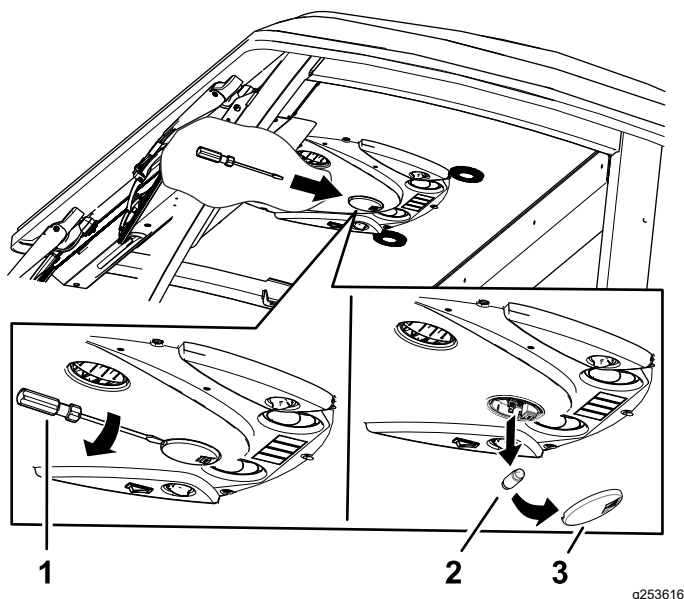

Bild 84
1. Verwenden Sie einen Schraubendreher, um die Lichtscheibe vom Bedienfeld zu entfernen (Bild 84).
2. Entfernen Sie das Leuchtmittel aus der Fassung (Bild 84).